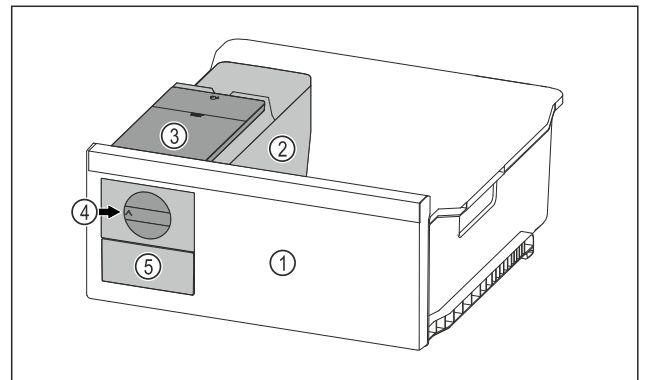

Fig. 108 Représentation à titre d'exemple
- Tourner le bouton rotatif Fig. 108 (4) dans le sens horaire jusqu'à la butée.
- ▷ Les glaçons tombent du bac à glaçons dans le tiroir à glaçons Fig. 108 (5).